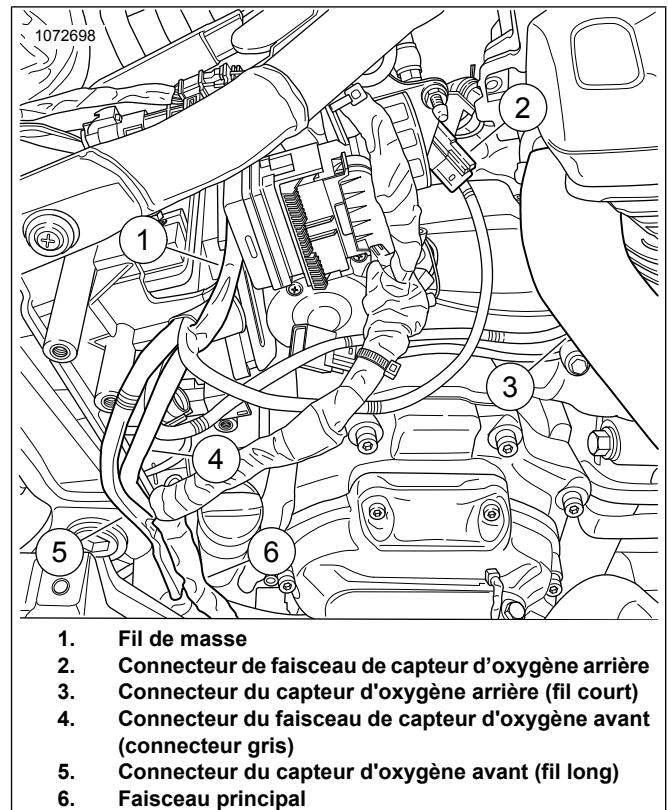

Figure 24. Acheminement du faisceau ATM
16. Voir Figure 24 et Figure 25. Acheminer le faisceau de capteur d'oxygène avant avec le connecteur gris (4) en dehors du compartiment de batterie :
- a. Localiser le faisceau principal (6).
- b. Acheminer le faisceau (4) avec le connecteur gris le long du faisceau principal, vers le connecteur de faisceau principal avant (9).
- d. Fixer le faisceau sur le côté intérieur du rail de cadre droit (8) avec des serre-câbles au besoin.
17. Acheminer le connecteur de faisceau noir (2) vers le faisceau principal. Associer les connecteurs par couleur : noir sur noir.
- a. Acheminer le faisceau du connecteur du capteur d'oxygène avant (5) en dehors du compartiment de batterie.
- b. Localiser le faisceau principal (6).
- c. Acheminer le faisceau (5) le long du faisceau principal vers le connecteur de capteur d'oxygène avant (7).